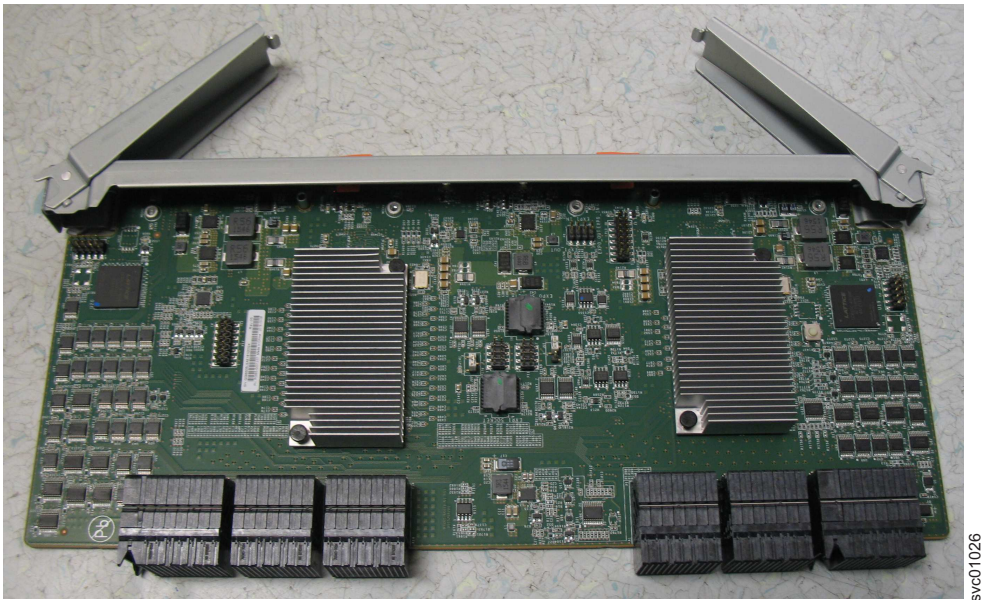

図 59. 2 次拡張機構モジュールのハンドルを開く
3. 図 59 に示すように、新しい 2 次拡張機構モジュールの両方のハンドルを開いた位置まで回転させます。